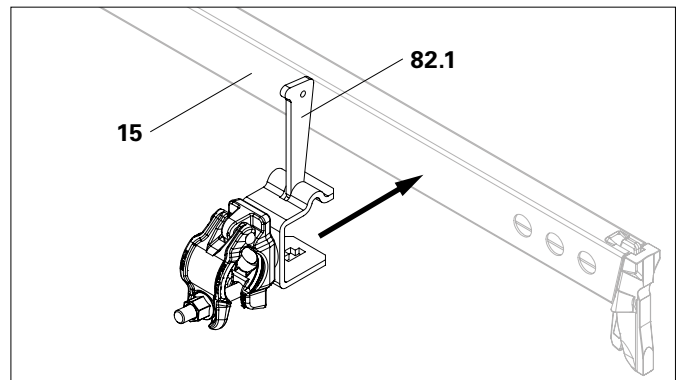

Abb. A10.04a
- Keil (**82.1**) aus dem Klemmteil herausziehen und Klemmteil von der Seite über den Horizontalriegel (**15**) stecken. (Abb. A10.04a)